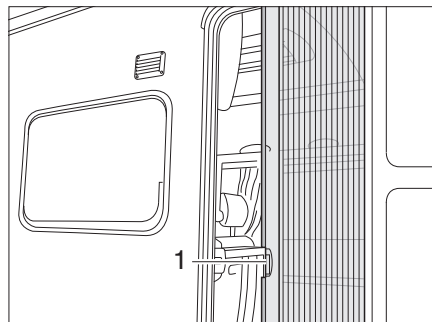

Fig. 51 Protección contra insectos
*Abrir:* ■ Extraer completo la protección contra insectos mediante el tirador (Fig. 51,1).
*Cerrar:* ■ Regresar la protección contra insectos mediante el tirador (Fig. 51,1).